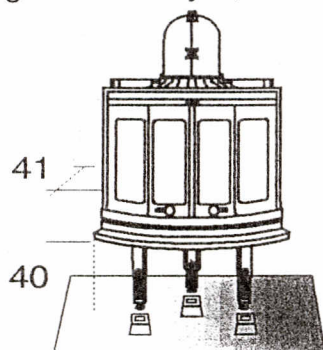

Fig. 1
1. Innsatsen plasseres som vist på fig 1 og 2
3. Plasser de to klossene med just. skruer (5) under marmorbitene(7-8) for å understøtte disse, juster skruene opp i høyde med sokkel.
4. Monter marmorplatene (6-7-8) og juster støtteklossene(5) oppunder marmoren slik at denne ligger stødig og i water. Finjuster høyden på innsatsen slik at denne ligger nesten ned på marmoren.
5. Lim på plass vangene(9-10). Dersom du monterer Jøtul maxi brukes skjøteklossene (11-12) Vangene plasseres bak dørkarmen på innsatsen. Ved montering av D 2300 brukes de små skjøteklossene(13) for å heve peishyllen (14) Ikke nødvendig med J.mini / D 2300
6. Lim opp peishyllen med ca 2 mm avstand ned til innsatsen. Til Jøtul innsatser limer og spikrer du dekkplaten (15) for å tette åpningen mellom hylle og innsats.(Bør forbores)
7. Lim opp peishetten(16) og toppprofilen(17)